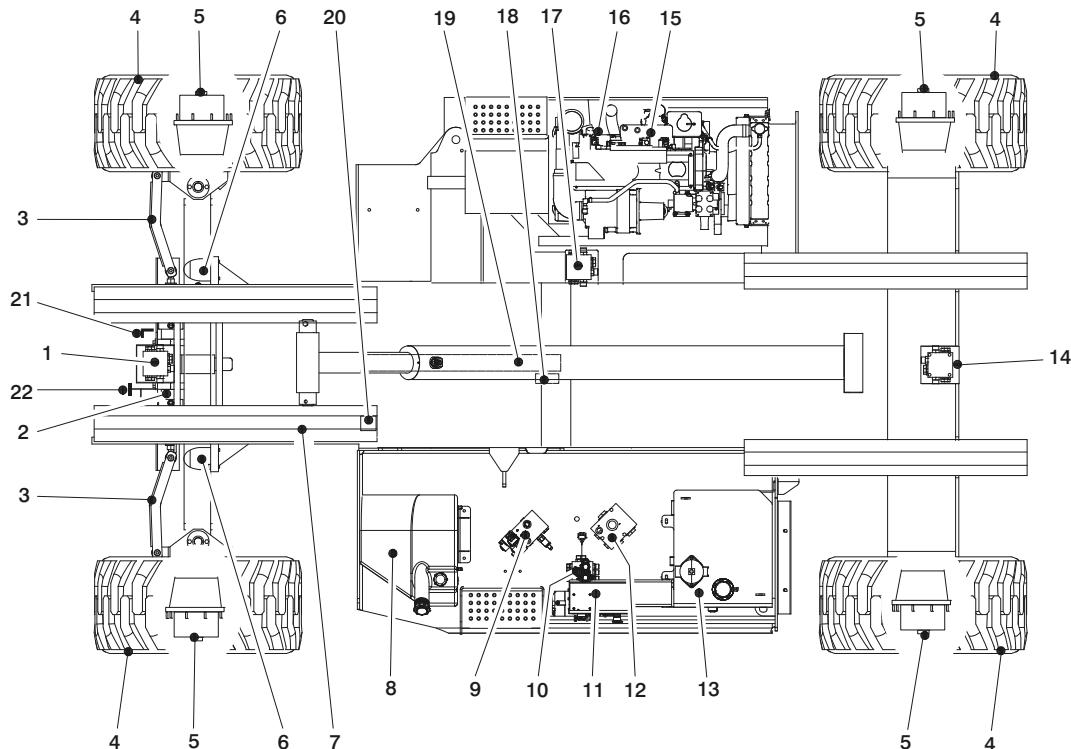

Рисунок 2-1. Схема обхода машины
- 3. Обход машины** — см. рис. 2-1.